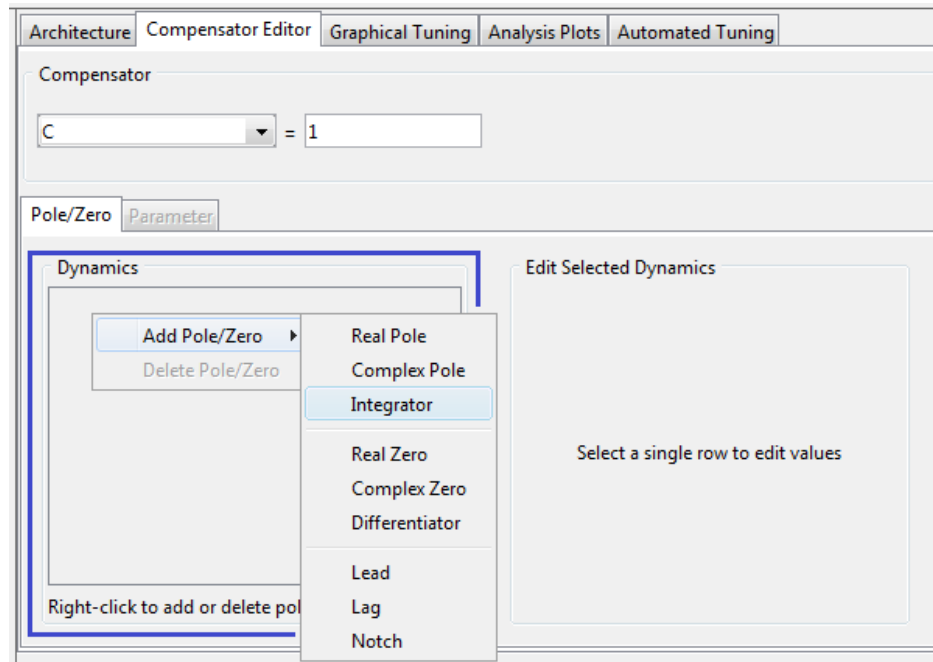

Figura 25. Esquema pestaña Compensator Editor agregar integrador.
- Inicie la sintonización insertando un integrador en la pestaña *Compensator Editor*, haciendo click derecho sobre el recuadro dynamics de color azul de la Figura 25, escoja *add pole/zero* y luego haga click en *Integrator*.